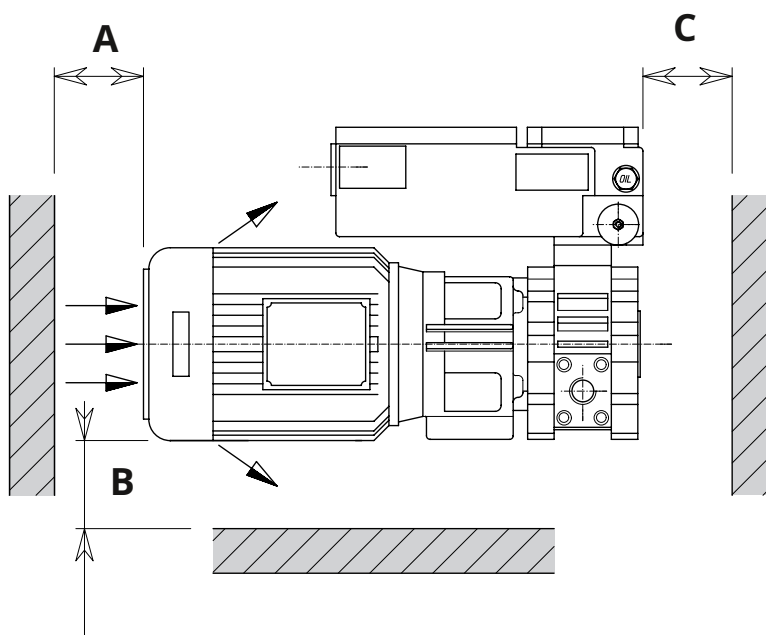

Abb.6
- Für eine ordnungsgemäße und einfache Wartung muss es unter Einhaltung der Mindestabstände zu möglichen Hindernissen zugänglich sein (siehe Abbildung 6).